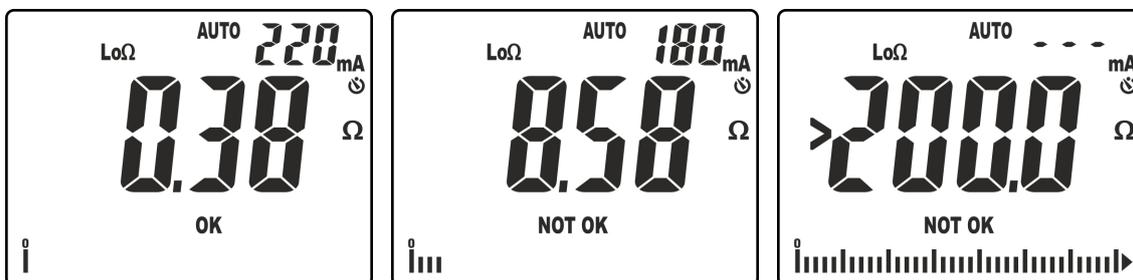

Fig. 28: Resultados da medição de continuidade no modo AUTO
10. No ecrã da Fig. 28 – parte esquerda é apresentado um resultado positivo do teste “OK” (valor inferior ao patamar configurado e corrente de teste >200mA). No ecrã da Fig. 28 – parte central aparece um resultado negativo do teste “NOT OK” (valor superior ao patamar configurado e corrente de teste <200mA). No ecrã da Fig. 28 – parte direita aparece um resultado negativo “NOT OK” correspondente a fora de escala (símbolo “>200.0”)